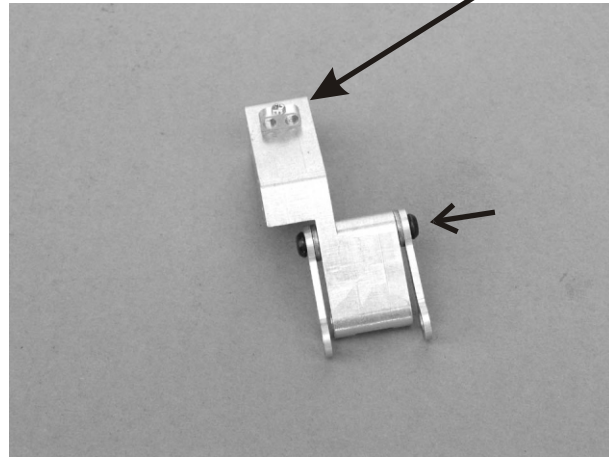

Bild 10
Stecken Sie den Bolzen 4x22 durch das 2. Loch im Kinematikklotz (I) (siehe Bild 10) und fädeln Sie auf beide Seiten je eine Paßscheibe DIN-988 4x8x1 und je einen Kinematikarm kurz(J). Verschrauben Sie das Ganze mit den 2 Schrauben ISO-7380 M3x5.